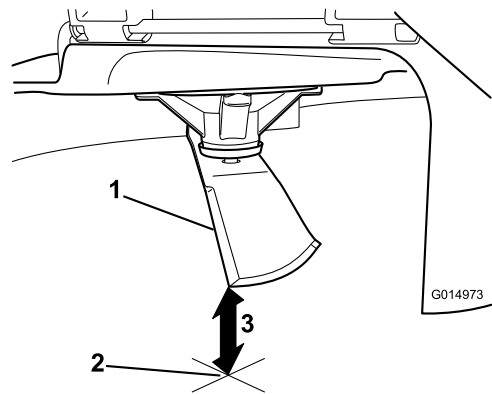

Bild 58
3. Messen Sie von der Messerspitze bis zu ebenen Fläche (Bild 58).